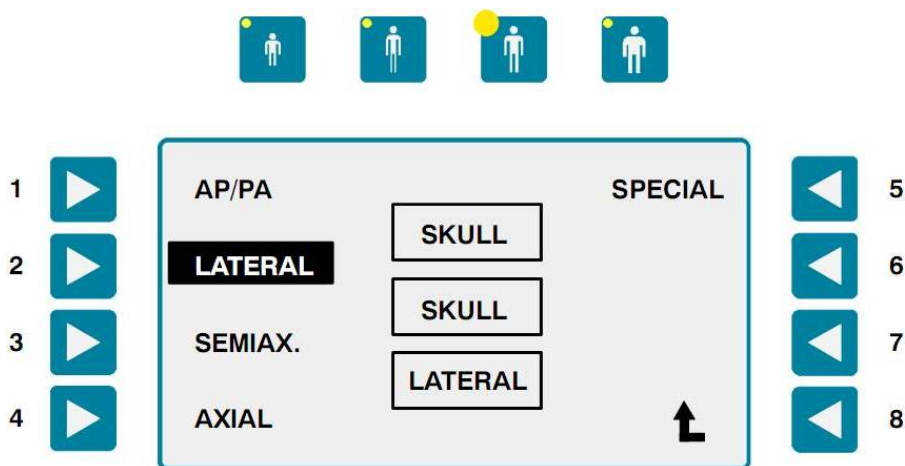

Рисунок 3.11 – Перепрограммирование параметров АПР
- сохранить новый режим работы, нажав на кнопку выбранной комплекции пациента и, не отпуская ее, нажав на выбранную проекцию (см. рисунок 3.11).